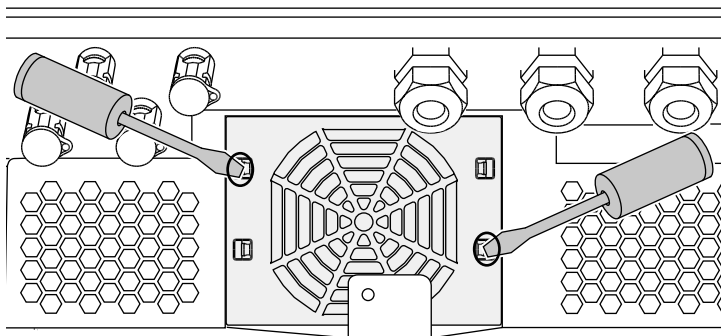

Fig. 61: Soltar as patilhas de fixação
3. Com uma segunda chave de fendas, pressione as patilhas de fixação para o centro do ventilador. Levante ligeiramente a unidade de ventilação. ➤ **Fig. 61**